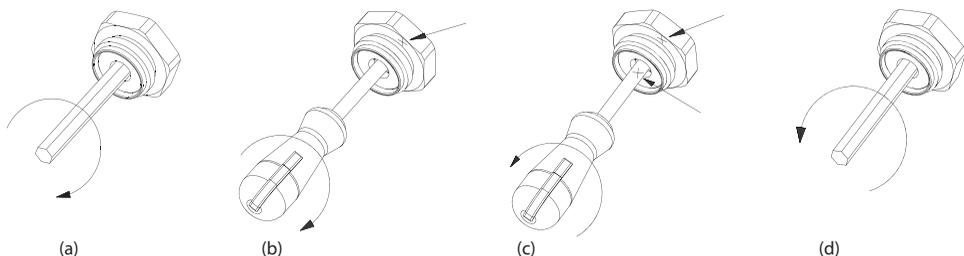

Рис. 7. Регулировка клапана байпаса вторичного контура
Данный клапан оснащен двойной микрометрической регулировкой с запоминанием положения в случае кратковременного закрытия и регулируется по следующей процедуре (см. Рис. 7):
3. Используя 5 мм шестигранный ключ, полностью закройте байпас (Рис. 7а);
4. Поместите резьбовой нагель обратно в канавку, затем закрутите его до упора. Теперь отметьте точку отсчёта знаком 'х', соответствующим закрытому состоянию (Рис. 7б);
5. Выровняйте отвёртку с точкой отсчёта, нанесите на неё второй 'х' если необходимо (Рис. 7с); затем отвинтите фиксатор на нужное количество оборотов согласно диаграмме, показанной на Рис. 8б: эта операция устанавливает верхний предел открывания с запоминанием положения. Пожалуйста, заметьте, что количество оборотов здесь означает число оборотов при открывании, на которое фиксирующий винт должен быть отвёрнут, начиная от полностью закрытого состояния;